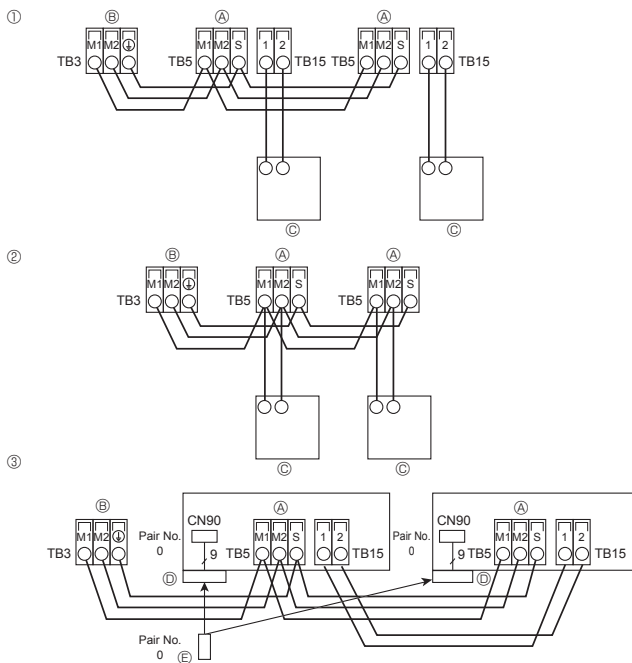

Fig. 5-3
5.4. Подсоединение пульта дистанционного управления, кабелей передачи внутри и снаружи (Fig. 5-3)
- ① Пульт дистанционного управления "MA"
- ② Пульт дистанционного управления "M-NET"